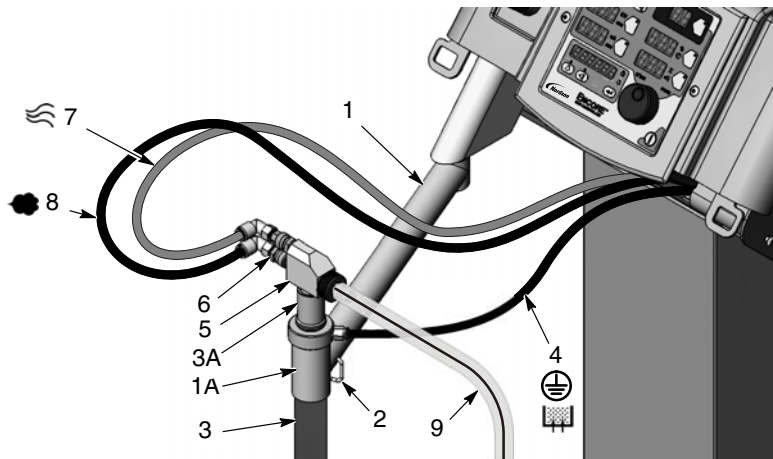

Abb. 3-6 Vibrations-Kartonentleerer - Entnahmerohr und Pumpe installieren
1. Siehe Abb. 3-6. Entnahmerohr (3) auspacken.
2. Den Entnahmerohrarm (1) über den Vibrationstisch ausschwenken, die Entnahmerohrhalterung (2) zur Seite nehmen und das Entnahmerohr durch den Rohrhalter (1A) schieben.
3. Die Pumpe (5) mit einer leichten Drehbewegung im Pumpenadapter (3A) installieren.
- blauen 8 mm Zerstäuberluftschlauch (7) an der oberen Schlauchverschraubung an der Pumpe,
- schwarzen 8 mm Förderluftschlauch (8) an der unteren Schlauchverschraubung an der Pumpe,
- schwarzen 6 mm Fluidluftschlauch (4) an der Schlauchverschraubung am Entnahmerohr.
**HINWEIS:** Die Pumpe ist mit Schnelltrennkupplungen (6) ausgestattet. Die gerändelten Kupplungsringe zum Abkuppeln zurückziehen.
5. Ein Ende des Pulverschlauchs (9) an der Pumpe anschließen.